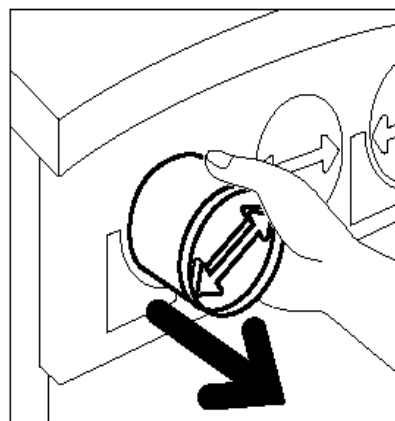

Figura 10: Puxar o cartucho para fora da copiadora/impressora
- 4** Retire por completo o cartucho da copiadora/impressora, conforme ilustrado na Figura 10. Descarte o cartucho de acordo com os regulamentos locais.